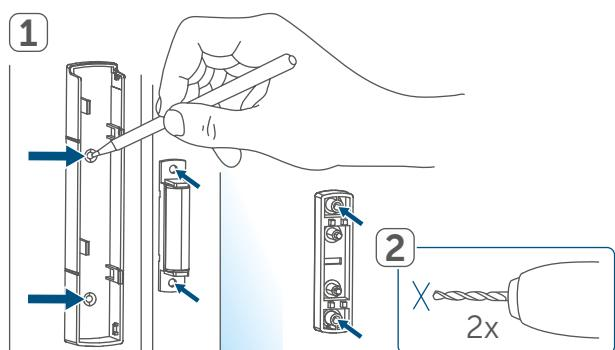

Figura 9
- Separe el soporte (A) de la unidad electrónica (B) deslizándolo hacia abajo y sacándolo hacia atrás (*→véase la figura*).
- Introduzca dos pilas LR03/Micro/AAA de 1,5 V nuevas en la posición correcta según las marcas de polaridad grabadas (F) (*véase la figura 9*).